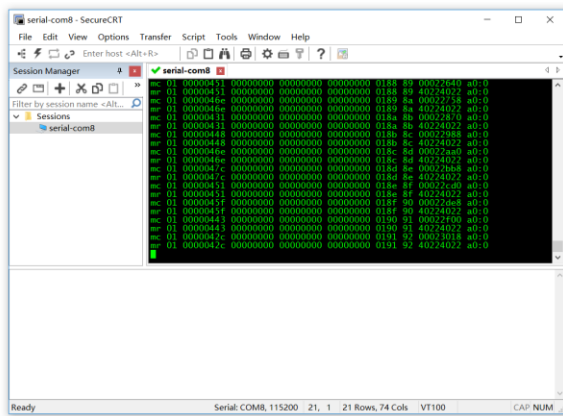

图 4.6.1 串口调试助手显示
- 图 4.6.1 在串口调试助手上, 收到经 CH340 的 TOF Report Message 数据报文, 如图 4.6.1 所示;